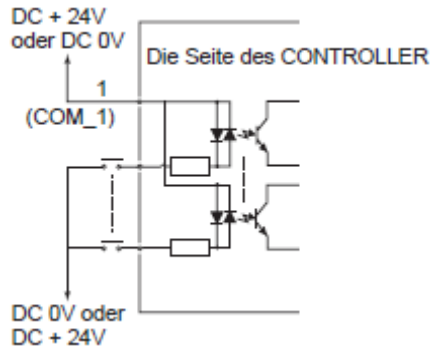

Abb. 30
(3) Eingang / Ausgang-Signal
- [1] Es gibt 8 unterschiedliche Eingangssignale : " Rotationsbefehl (START) ", " Drehrichtung einstellen (DIR_IN) ", " Motor mit Zentrieren-Drehzahl (500 min^{-1}) drehen", " Fehlerfreigabe (RESET) ", " HÖHER/NIEDRIGER-Signal zur Einstellung der Motordrehzahl (UD_IN), " Impulszählsignal für Motordrehzahl (CNT_IN) ", " Motor wählen 0 (SEL0) " und " Motor wählen 1 (SEL1) ". Diese Signale sind DC+24V Signale von einer externen Signalquelle. Bitte verwenden Sie eine separate Stromquelle, die $\text{DC}+24\text{V} \pm 10\%$, 100 mA (min) liefern kann. Siehe Abb. 30 für die Verbindungen.